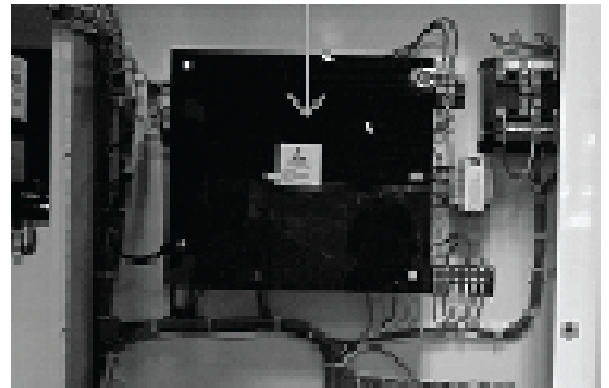

Fig. 7-4
- Retire la cubierta de Lexan cuadrada negra sobre la DSS1000-CPUMTR placa de circuito. (ver Fig. 7-4).